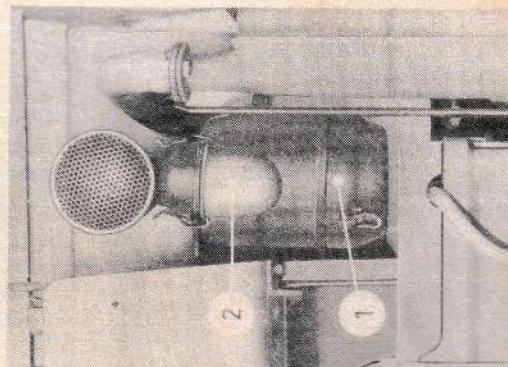

Bild 11
Bei starkem Staubanfall den Vorfilter (2) am Ansaugfilter (1) reinigen (Bild 11).